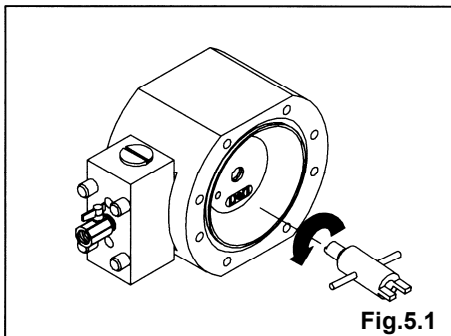

Fig.5.1
- ・Oリング、パイロットバルブ組立を取外す。[Fig.5.1]